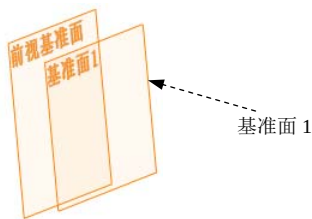

图 3.33.2 基准面 1
Step2. 创建图 3.33.2 所示的基准面 1。选择下拉菜单    命令，系统弹出“基准面”对话框；选取前视基准面作为参考实体；采用系统默认的偏移方向；在  后的文本框中输入数值 20.0；单击对话框中的  按钮，完成基准面 1 的创作。